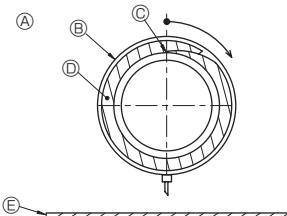

Fig. 4-4
5. Aisle el puerto de drenaje y el tubo de desagüe con material aislante ⑨ y sujételos con una banda. (Tanto la banda como el material aislante vienen incluidos con el equipo.) (Fig. 4-4)
[Fig. 4-4]